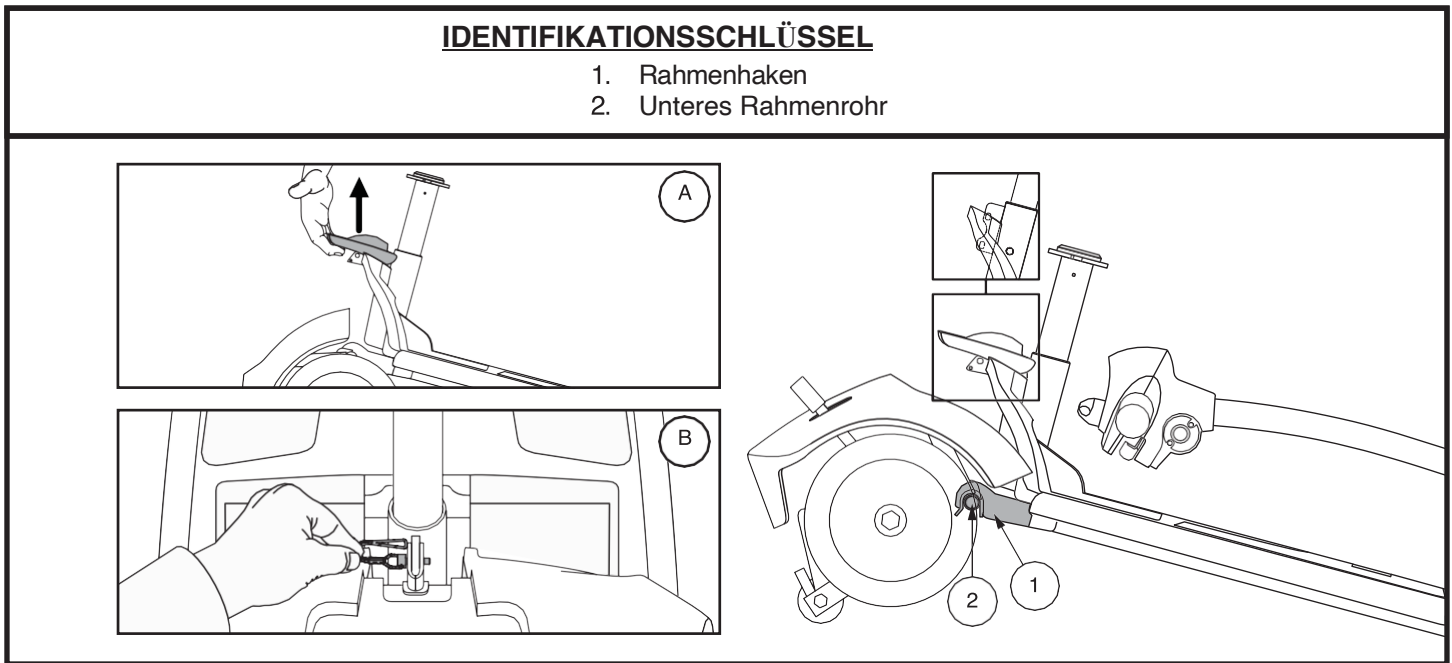

Abbildung 33. Rahmen-Entriegelungshebel (Variante A) und Rahmenentriegelung mit Sicherheitsstift (Variante B)
3. Trennen Sie nun die beiden Teile des Reisemobiles langsam voneinander. **Siehe Abbildung 33.**
HINWEIS: Kippen Sie vor der Montage den hinteren Teil des Reisemobiles leicht nach hinten auf die Anti-Kipp-Räder, wie in Abbildung 33 gezeigt.
1. Verwenden Sie den Entriegelungshebel des Rahmens, um den vorderen Teil anzuheben, während Sie die Rahmenhaken des vorderen Teils auf das untere Rahmenrohr des hinteren Teils ausrichten. **Siehe Abbildung 33.**